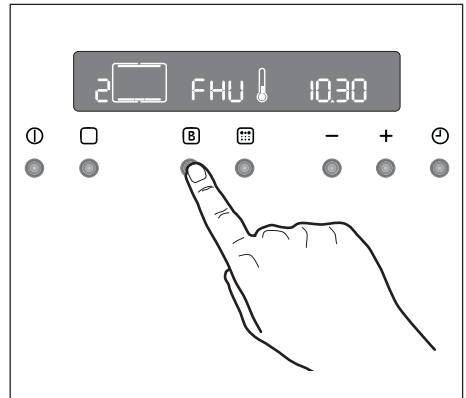

Abb. 14
- 4) Drücken Sie die Taste . In der Temperaturanzeige erscheint „FHU“ (Abb. 14).